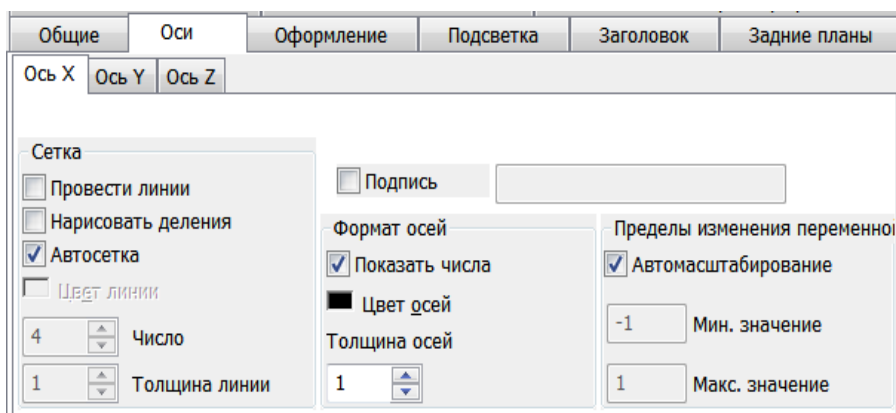

Рис. 4.8. Вид вкладки **Оси**
2) **Оси (Axes)** – здесь расположены области, в которых сосредоточены опции форматирования осей (рис. 4.8). Вкладка, в свою очередь, имеет вкладки для каждой оси.